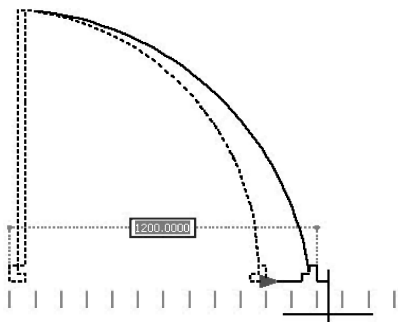

图 6-28 应用“翻转”动作
7) 在功能区单击“默认”选项卡→“块”面板→“插入块”按钮，在图形中插入名为“门平面”的图块，单击该图形对象以激活夹点状态，并选择右侧的夹点箭头，即可进行拉伸动作，结果如图6-28所示。